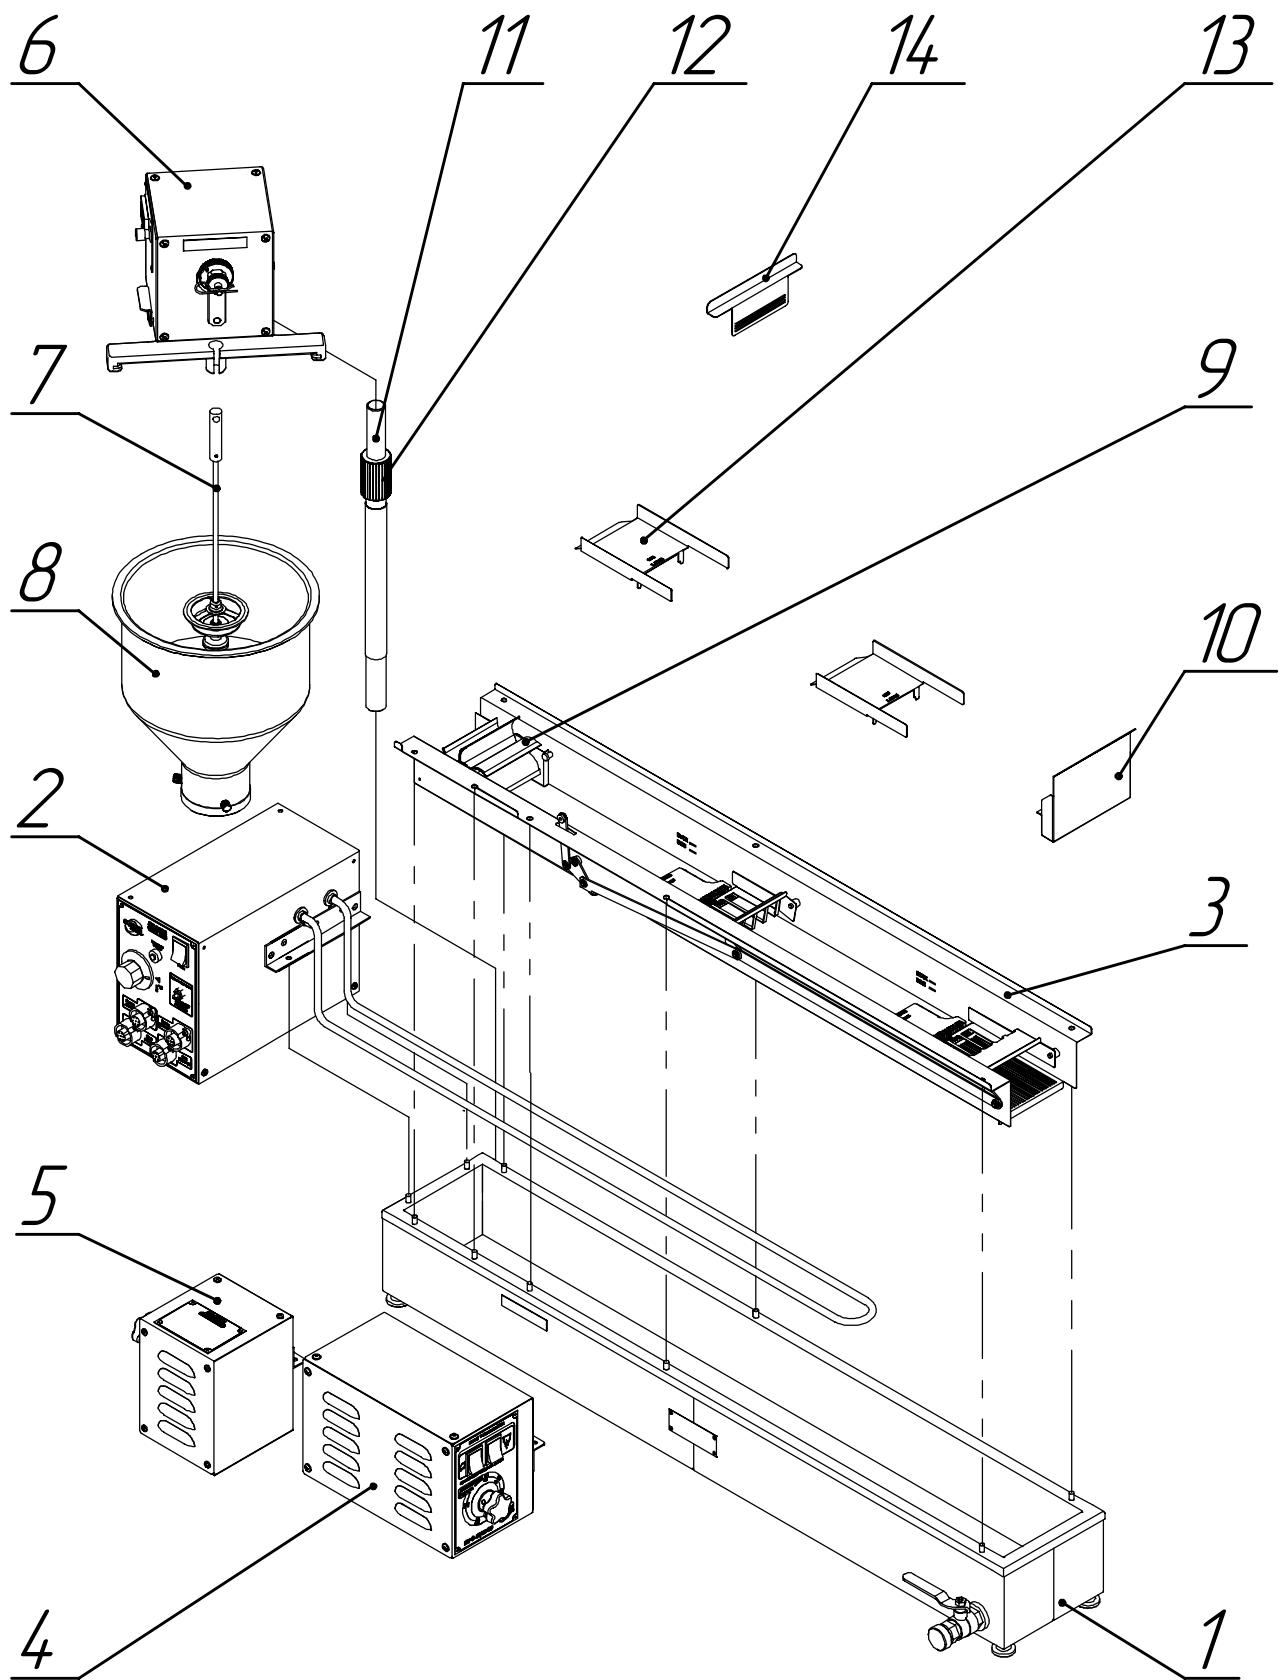

Рис. 1
Автомат пончиковый ПРФ-11/1200 состоит из следующих частей (рис.1):
Автоматическое формование пончиковых заготовок осуществляется дозатором, состоящий из бункера для теста (8) (рис.1), электромеханического привода (6) и поршня (7), который выдавливает из бункера тестовую заготовку в форме минипончика в жарочный бак (1). Массу минипончика можно регулировать механизмом регулировки массы, который находится на выходном валу привода дозатора.